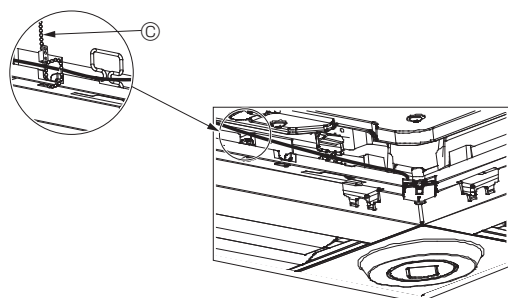

Fig. 10-12
- Зафиксируйте провода датчика i-See и приемника сигнала на панели с помощью зажима, как показано на схеме, чтобы провода не провисали, после чего отрежьте лишнюю часть зажима. (Fig. 10-12)
- Если положение датчика i-See было изменено с "○" (E) на положение "□" (F), измените настройки функции. (См. стр. 13.)